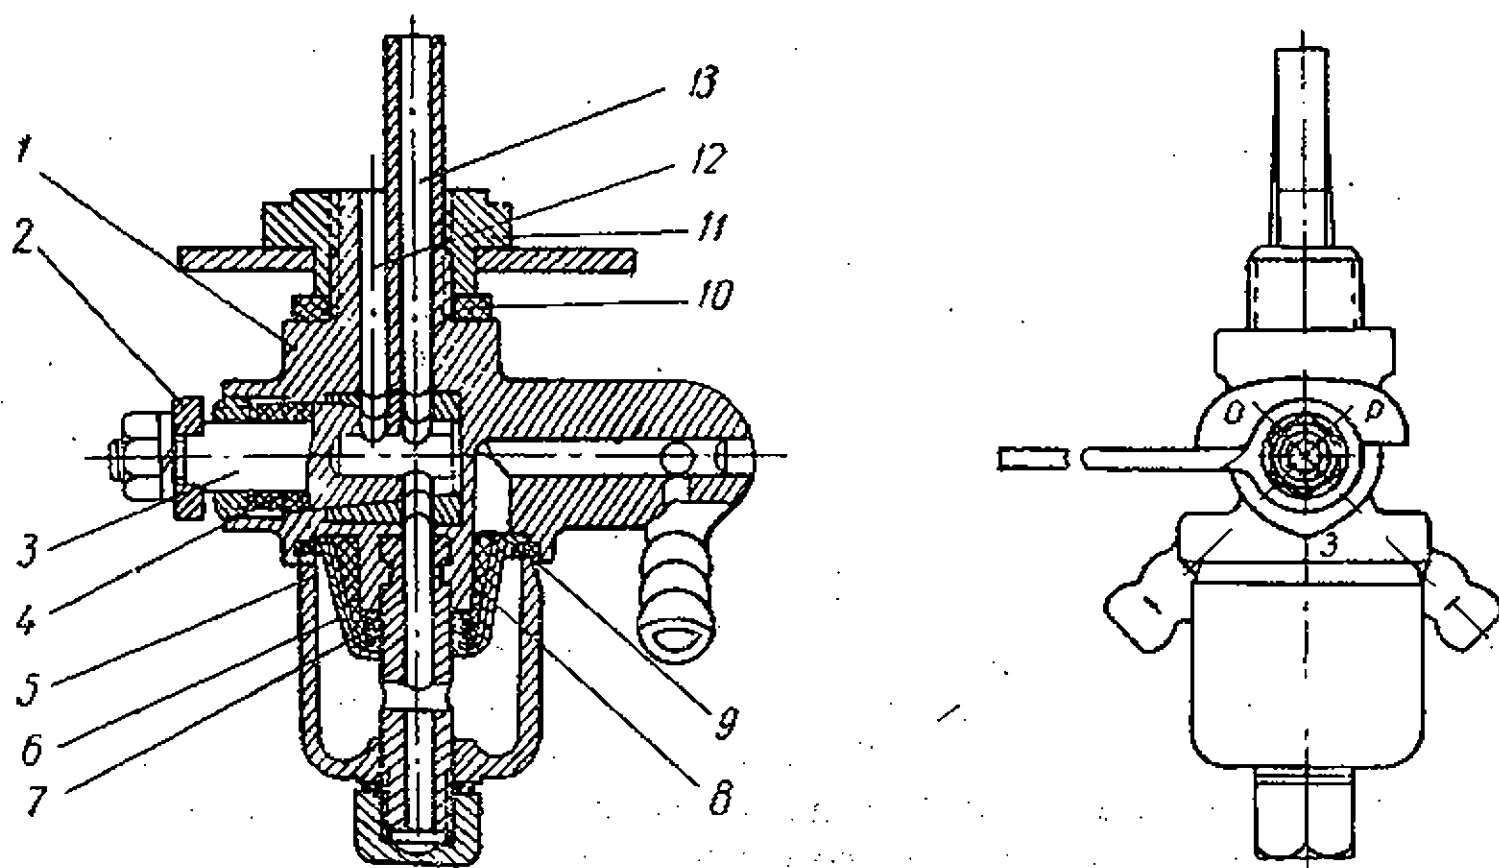
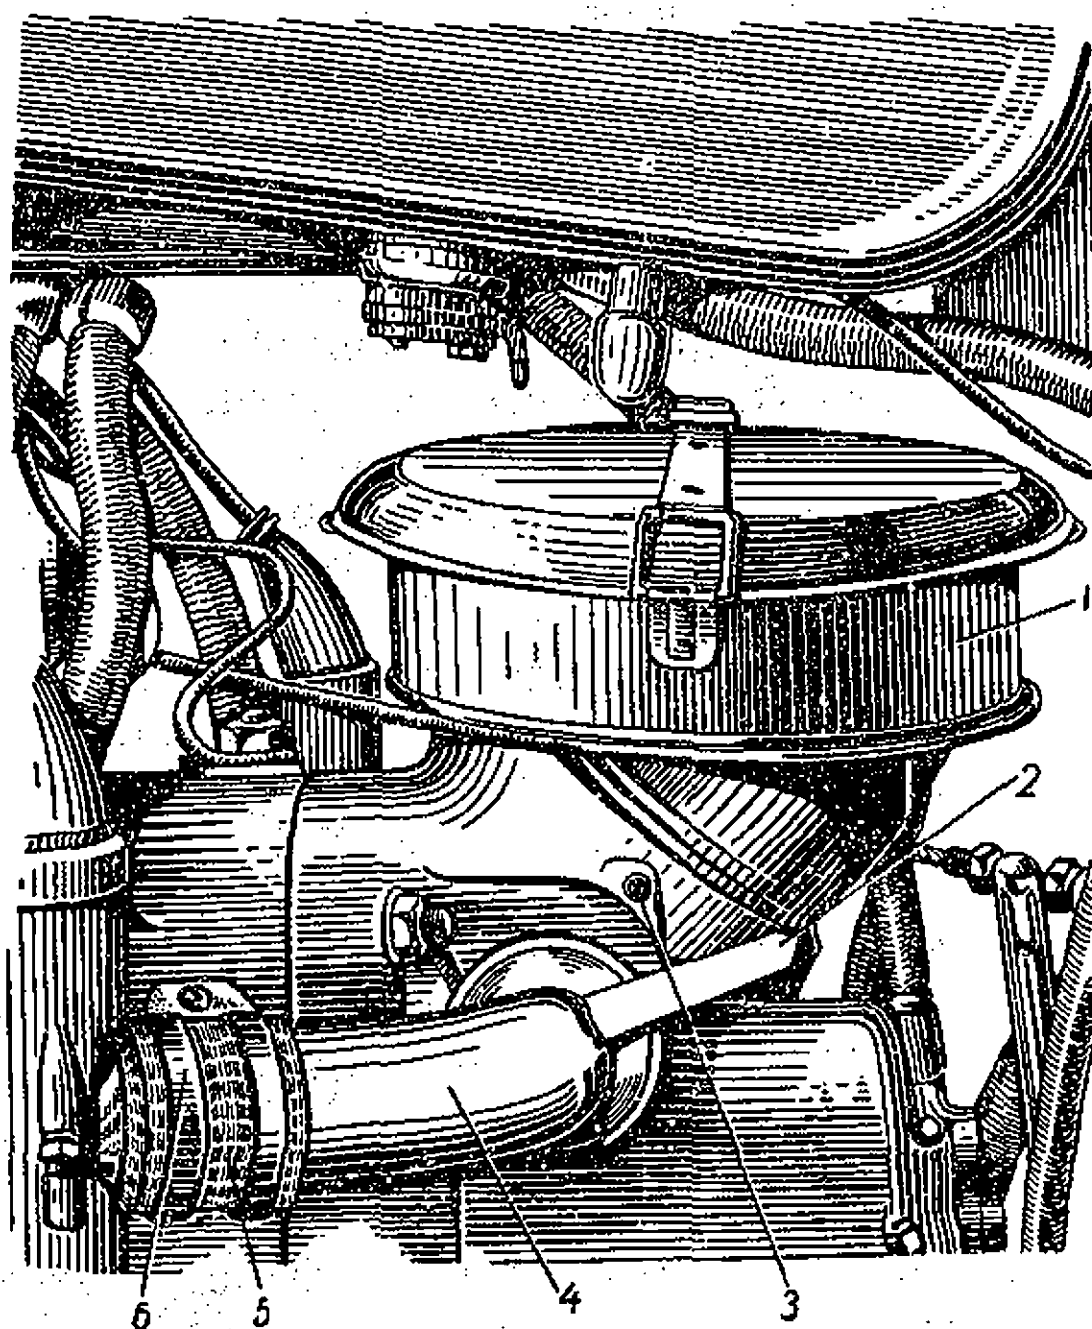

Рис. 4. Бензокраник:
Рис. 7. Воздухофильтр:
- 2) открыть бензокраник (рис. 4), поставив его рукоятку в положение *O* — «открыто». Буквы на кранике обозначают: *З* — кран закрыт; *O* — кран открыт; *P* — кран открыт на расходование резерва;
Оба карбюратора имеют общий воздухоочиститель (рис. 7), смонтированный в картер коробки передач, и спаренное управление дроссельными золотниками. Воздухоочиститель снабжен воздушной заслонкой, облегчающей запуск и прогрев двигателя в холодную погоду.
При полностью открытой заслонке 2 (рис. 7) рукоятка находится в крайнем заднем положении, при закрытой заслонке — в крайнем переднем положении (рукоятка вверх). Заслонкой следует пользоваться только при запуске холодного двигателя. Для предохранения топливной системы от загрязнения, помимо мер, указанных на странице 10, в бензокранике имеется сетчатый фильтр 8 и отстойник 5 (рис. 4), а также топливный фильтр 9 (рис. 8) с металлической сеткой.